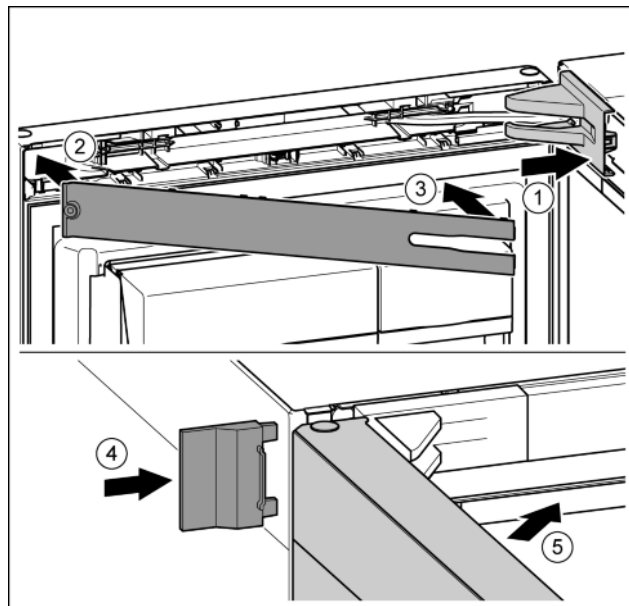

Fig. 39
- ▶ Nasadte a zaklapněte kryt stojanu ložiska, příp. opatrně přitlačte od sebe. Fig. 39 (1)
- ▶ Nasadte záslepku. Fig. 39 (2)
- ▶ Záslepku sklopte a zaklapněte. Fig. 39 (3)
- ▶ Vnější kryt nasuňte. Fig. 39 (4)
- ▶ Zavřete horní dveře. Fig. 39 (5)